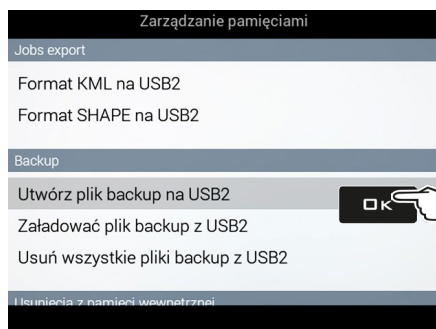

Fig. 291
- Wybrać pozycję **Utwórz plik backup na USB1** (Fig. 291) i nacisnąć **OK**.